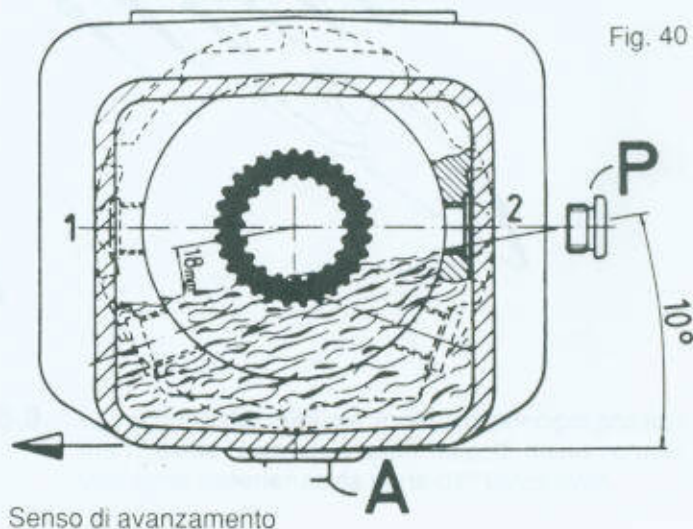

Fig. 40
Il livello dei gruppi 3 e 4 si controlla tramite i tappi 1 e 2, vedi fig. 40:
2. I gruppi 3 e 4 sono identici. Entrambi sono dotati di due tappi filettati (vedi fig. 40).
3. Con la macchina inclinata di 10 gradi indietro, svitare il tappo posteriore 2. Il livello e' corretto se l'olio arriva al bordo inferiore del foro (vedi fig. 40).